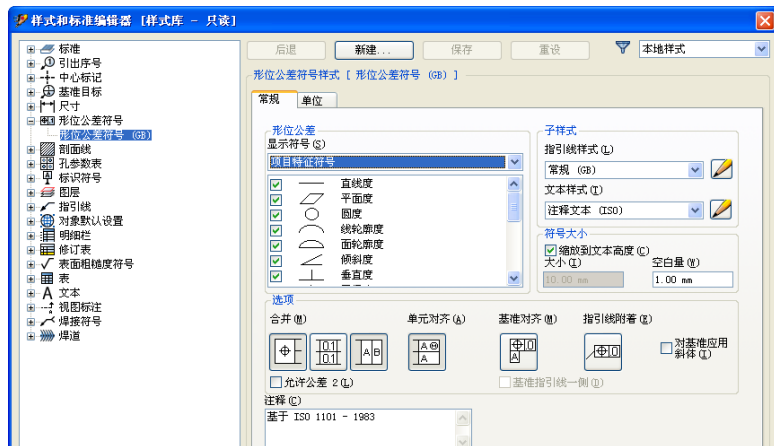

图 5-45 “样式和标准编辑器”对话框
(1) 选择【编辑形位公差符号样式】选项则打开【样式和标准编辑器】对话框,其中的【形位公差符号】选项自动打开,如图 5-45 所示,可以编辑形位公差符号的样式;